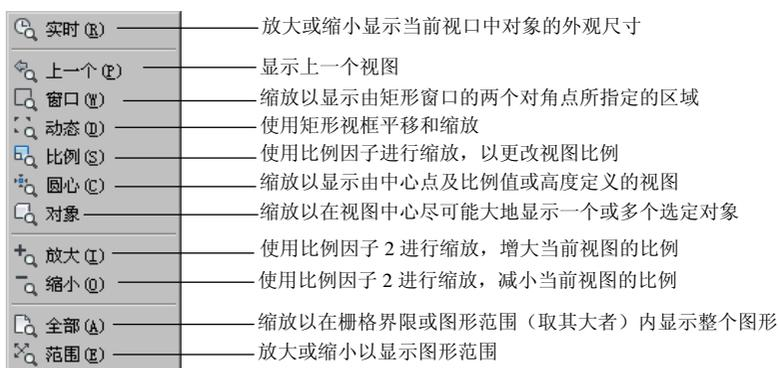

图 1.8.1 “缩放”子菜单
通过在命令行输入命令 ZOOM，或者选择下拉菜单 **视图(V)** → **缩放(Z)** 命令中的相应子命令（图 1.8.1 是视图缩放的菜单命令），均可以方便地缩放视图。下面将介绍使用 ZOOM 命令进行图形的缩放。
该选项通过给出一个窗口来缩放视图，它与图 1.8.1 中的 **窗口(W)** 命令是等效的。
该选项通过输入一个比例因子来缩放视图，它与图 1.8.1 中的 **比例(S)** 命令是等效的。
该选项与图 1.8.1 中的 **全部(A)** 命令是等效的。
该选项通过重设图形的显示中心和缩放倍数，使得在改变视图缩放的比例后，位于显示中心的部分仍保留在中心位置，它与图 1.8.1 中的 **圆心(C)** 命令是等效的。
该选项可动态地缩放图形，它与图 1.8.1 中的 **动态 (D)** 命令是等效的。
在命令行提示下输入字母 E 并按 Enter 键，可以在屏幕上尽可能大地显示所有图形对象，它与**全部 (A)**选项不同的是，这种缩放方式以图形的范围为显示界限，而不考虑由 LIMITS 命令设置的图形界限。**范围 (E)**选项与图 1.8.1 中的 **范围 (E)** 命令是等效的。
1.8.6 所示。该选项与图 1.8.1 中的 **上一个(P)** 命令是等效的。
在命令行提示下输入字母 O 并按 Enter 键后，将尽可能大地显示一个或多个选定的对象，并使其位于绘图区的中心。该选项与图 1.8.1 中的 **对象** 命令是等效的。